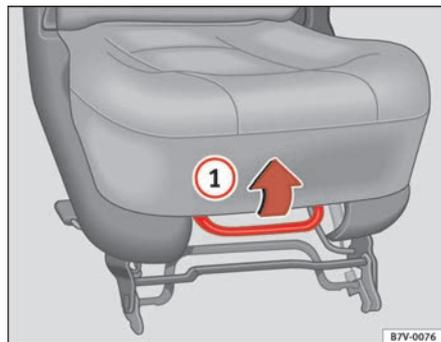

Fig. 89 Ajuste longitudinal del asiento
- Tire del estribo de desbloqueo ⇒ fig. 89 hacia arriba, en la dirección de la flecha, y manténgalo en esta posición.